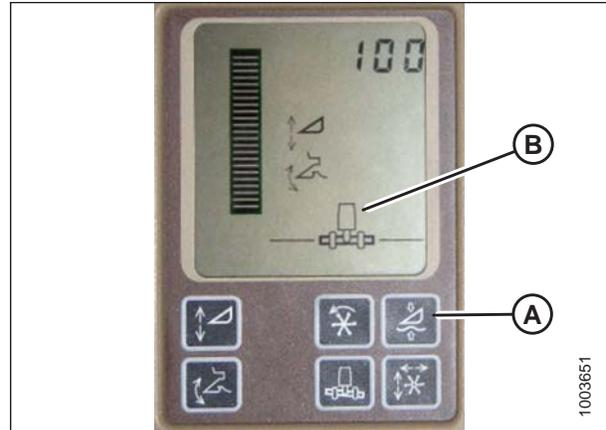

Figura 4.68: Pantalla de la cosechadora John Deere
NO utilice la función de flotación activa de la plataforma (A) junto con el control automático de altura de la plataforma (AHHC) de MacDon, ya que los dos sistemas se contrarrestan entre ellos. El símbolo de la plataforma (B) en la pantalla **NO** debe presentar una línea ondulante debajo de él y debe aparecer exactamente como se muestra en la pantalla activa de control de la plataforma en la Figura 4.68, *página 132*.